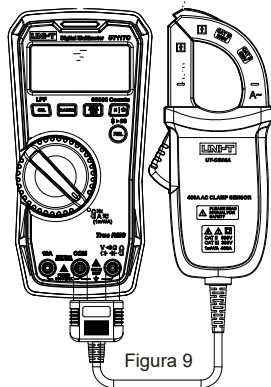

Figura 9
8. Medición de la sonda de corriente (ACA/DCA) (Figura 9)